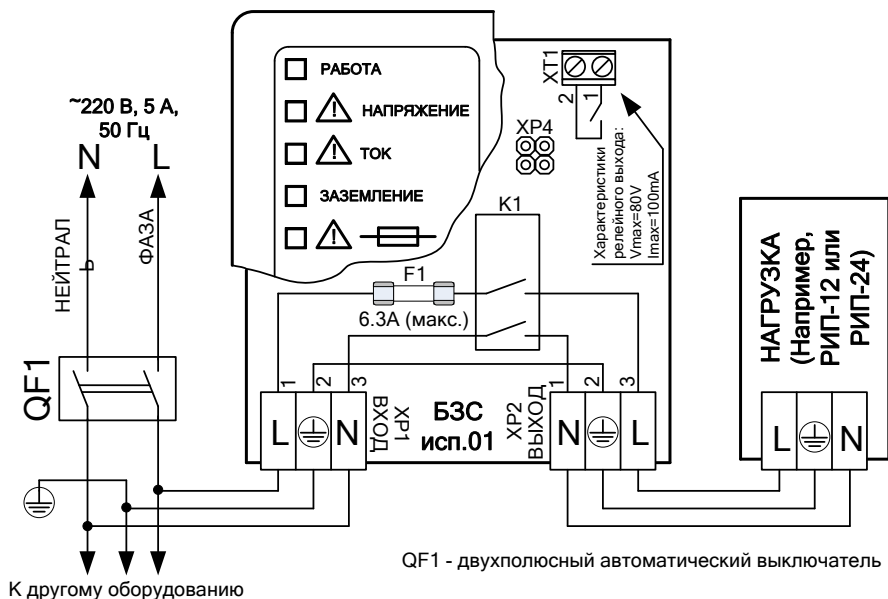

Рис.1
1.1.9 БЗС обеспечивает индикацию неисправности внутреннего защитного предохранителя (F1 на рис.1). В случае неисправности предохранителя включается индикатор « » (цвет свечения – красный), при этом все остальные индикаторы выключены.
При подключении внешнего питающего напряжения 220 В к сетевой колодке необходимо соблюдать правильность подключения проводов «фаза» и «нейтраль». Подключение производить в соответствии с маркировкой расположенной на лицевой стороне корпуса или в соответствии с Рис. 1 данной этикетки.
До подачи напряжения сетевого питания необходимо с помощью перемычки на разъёме ХР4 (см. рис.1), установить пределы срабатывания защиты по напряжению и время задержки включения согласно табл. 1.
Согласно схеме соединений на рис.1:
2.3.1 БЗС представляет собой автономное, автоматическое устройство, печатная плата которого размещена в корпусе. Корпус состоит из двух частей: верхней крышки и основания, к которому крепится плата. На плате расположены входная и выходная соединительные колодки (ХР1 – «ВХОД», ХР2 – «ВЫХОД»), предохранитель, светодиодные индикаторы, а также силовое электромагнитное реле, коммутирующее обе линии сети («L») и («N»). Также на плате расположено «сигнальное» оптореле, контакты которого выведены на разъём ХТ1 (см. рис.1). Контакты этого реле дублируют состояние индикатора «РАБОТА» (индикатор включен – контакты замкнуты, выключен – разомкнут).